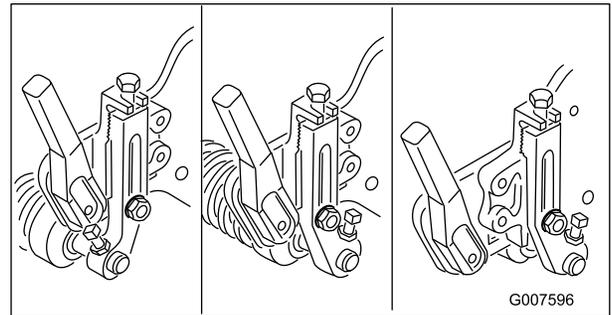

图51
**注意** 前滚筒可以放置在 3 个不同的位置 图51 这取决于用户的应用场合和需求。